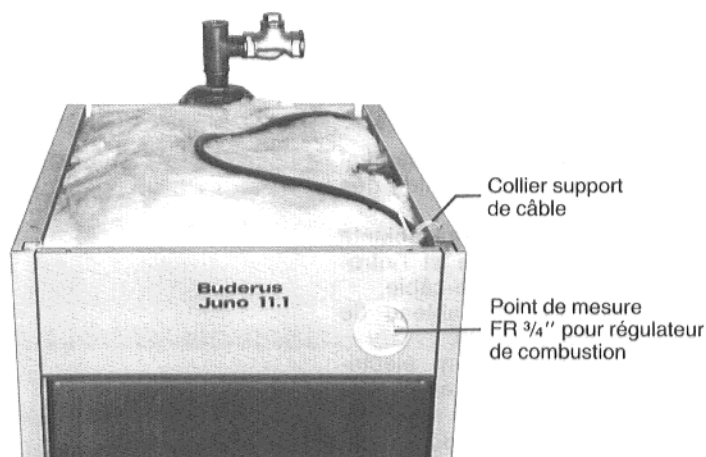

Fig. 14
Avant d'accrocher les panneaux latéraux, poser le câble de raccordement (voir fig. 14, 17).
- Guider le câble sur la natte isolante vers le panneau arrière et l'introduire dans l'orifice passe-câble (Fig. 14).